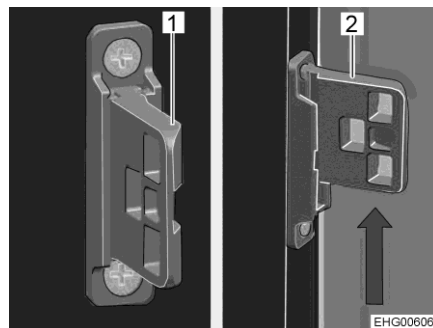

Bild 168 Verschlusseinrichtung
- Verschlusseinrichtung nach oben schieben (Bild 168,2).
- Verschlusseinrichtung nach unten schieben (Bild 168,1).